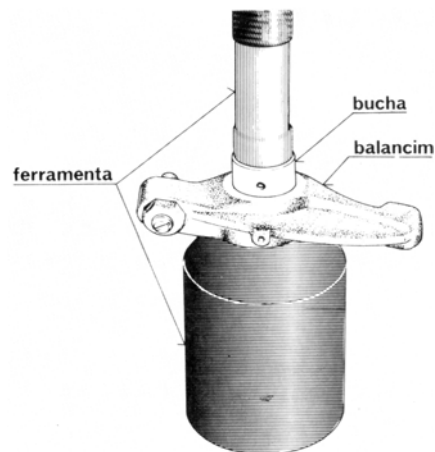
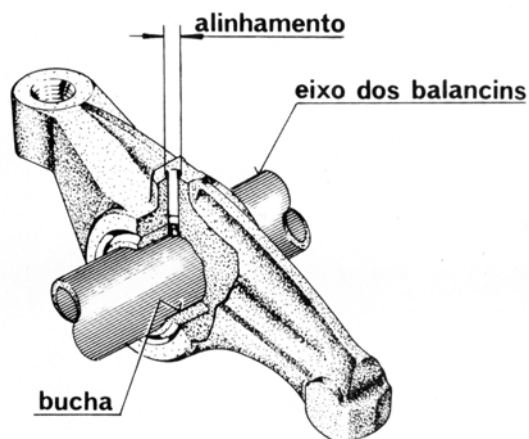

FIG 4
FIG 5
3. Examine a bucha do eixo dos balancins. Se a folga for superior substitua. Veja as Especificações Técnicas. Remova a bucha com a ferramenta nº 81 30 201, **Fig. 4**.
2. Com a ferramenta nº 81 30 401 e uma prensa **Fig. 4**, monte a bucha no balancim, certificando-se de que o orifício de lubrificação fique alinhado, **Fig. 5** e usine o diâmetro interno da bucha, veja Especificações Técnicas.